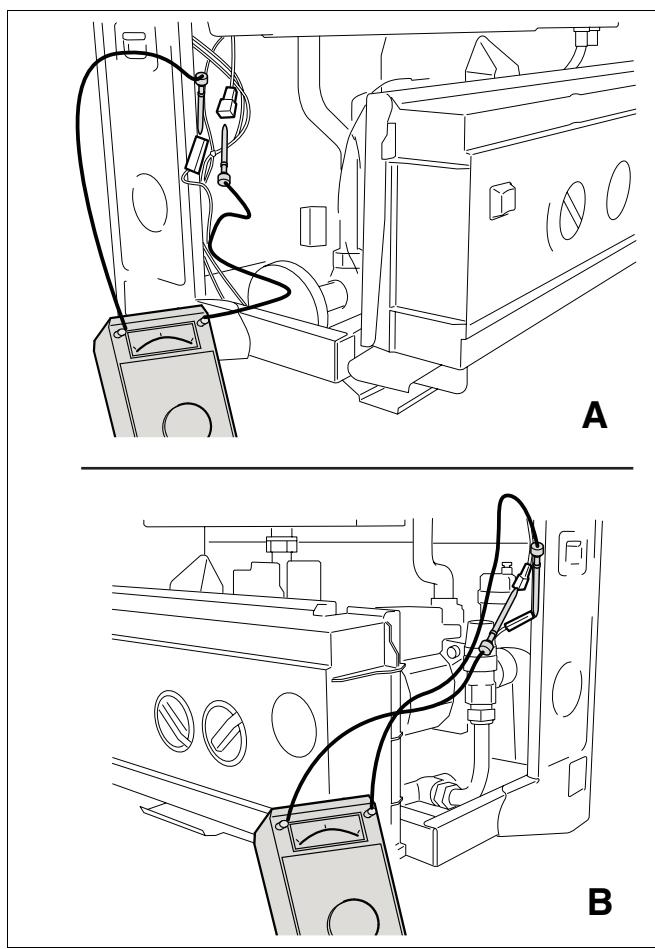

Рис. 25 Проверка ионизационного тока
- На измерительном приборе выбрать область  $\mu\text{A}$  (DC) (рис. 25).